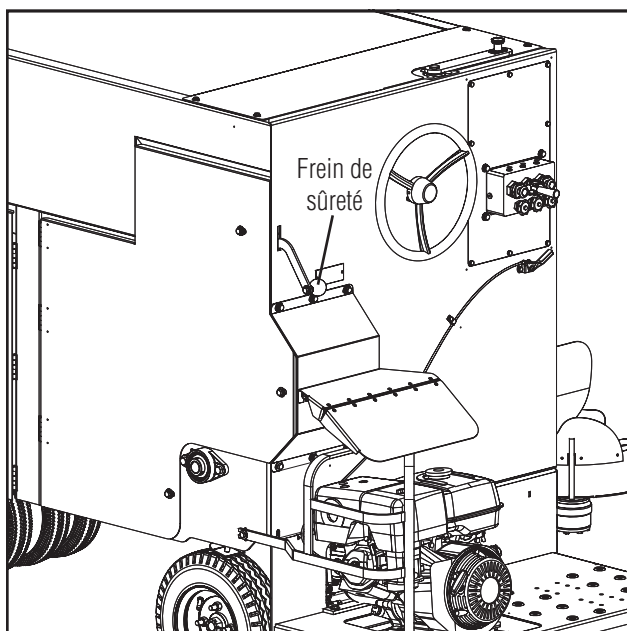

fig. 6 - Frein de sûreté
5. Enlevez le frein de sûreté (fig. 6).